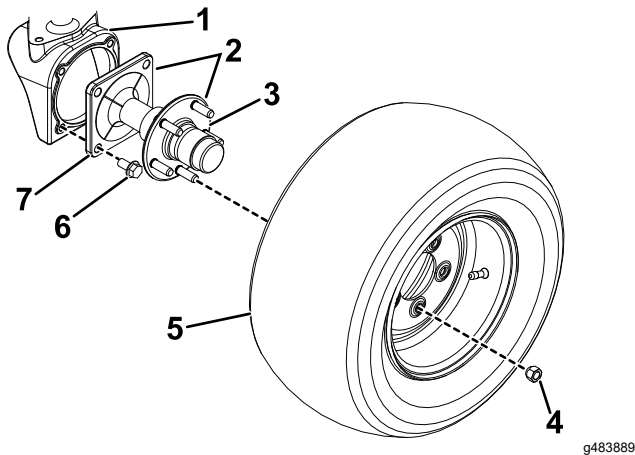

Figure 1
2. Retirez les 5 écrous qui fixent chaque roue arrière au moyeu (Figure 1). Déposez les roues.
3. Déposez les moyeux de fusée des logements de moteurs de roues en retirant les 4 boulons à embase qui fixent chacun d'eux en place (Figure 1).